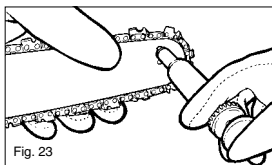

Fig. 23
3. Ved hjælp af smøringspistolen (valgfrit) sættes den tynde tud ind i smøringshullet og sprøjter smørelse ind, indtil smørelsen kan ses på uderkanten af svæ rdet (fig. 23).